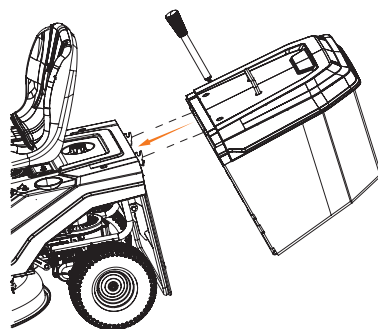

Рис. 6
- Установите собранный травосборник на специальные кронштейны расположенные в задней части райдера (Рис. 6).